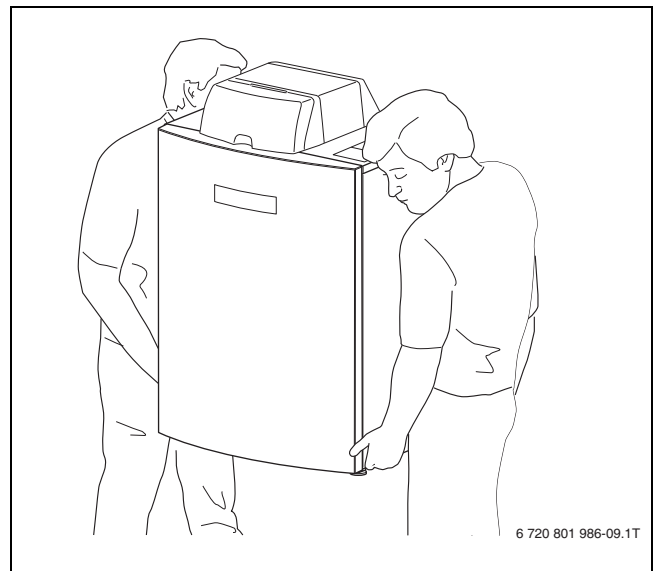

Fig. 5 Transporte de la caldera
- ▶ Elevar la caldera solo por el borde inferior del revestimiento (→ fig. 5).